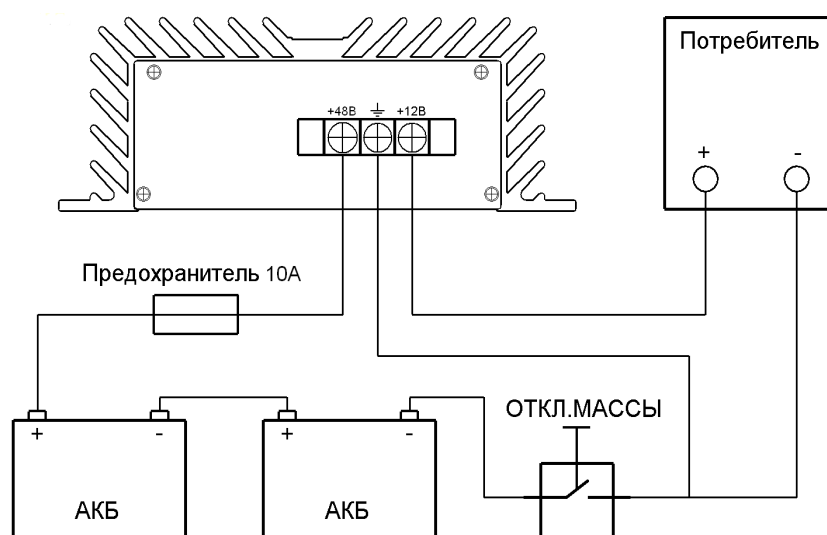

Рис. 1: Схема подключения ПН48/12-20
- 4.3. Подключите клемму «+48В» преобразователя к бортовой сети автомобиля через дополнительно установленный предохранитель. Номинал дополнительного предохранителя — 10А;(См. рис. 1).